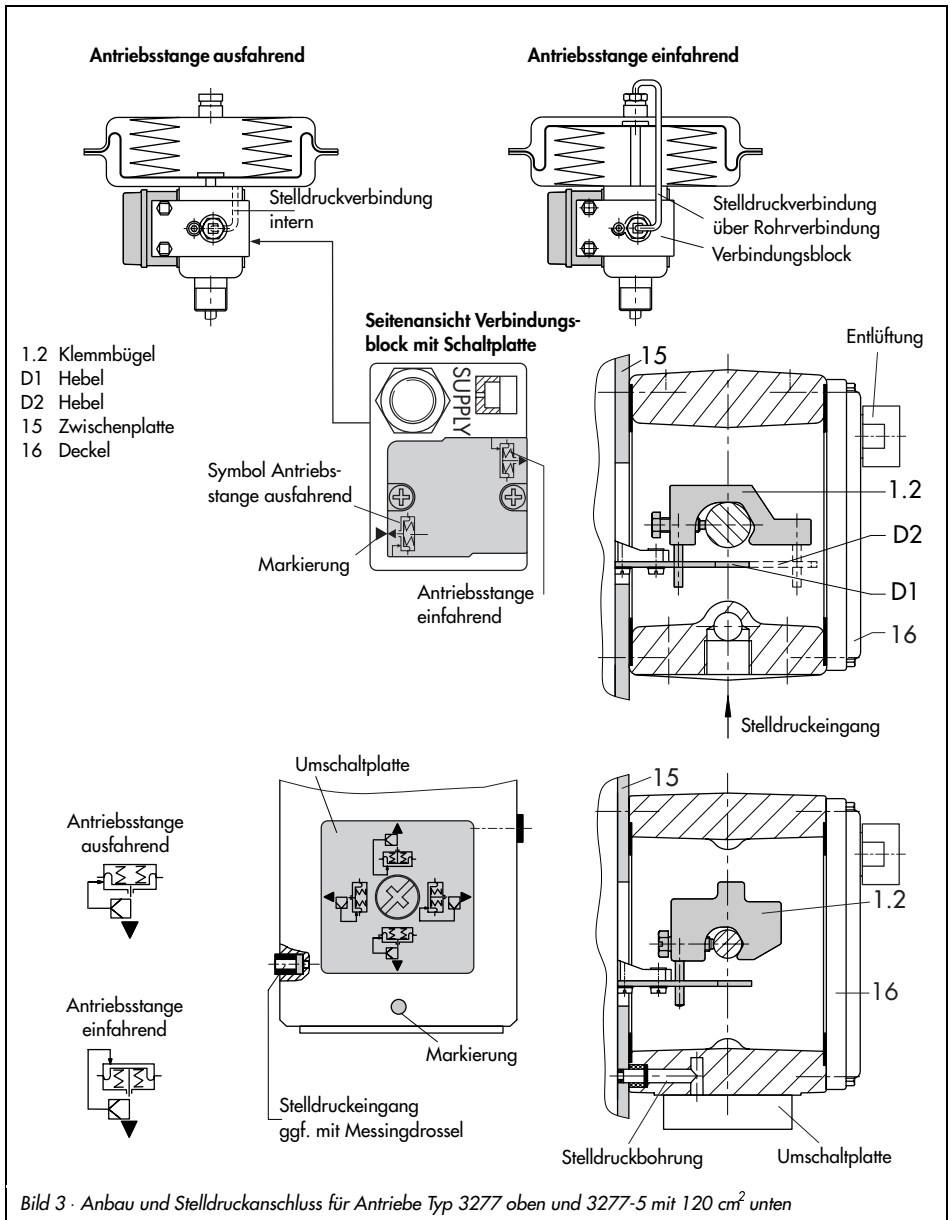

Bild 3 · Anbau und Stelldruckanschluss für Antriebe Typ 3277 oben und 3277-5 mit 120 cm² unten
6. Seitliche Schaltplatte am Verbindungsblock (Bild 3) nach der Pfeilmarkierung auf dem Verbindungsblock so ausrichten.
Beim Antrieb Typ 3277-5 mit 120 cm² wird der Stelldruck über die Umschaltplatte (Bild 3 unten) auf die Membrankammer geführt.